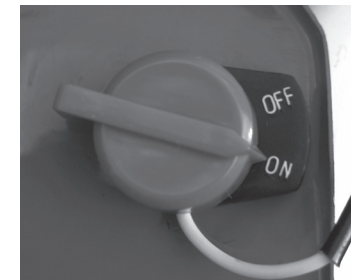

Abb. 7
2. Stellen Sie den Motorschalter in die Position EIN (ON, 1) (Abb. 7) geliefert.